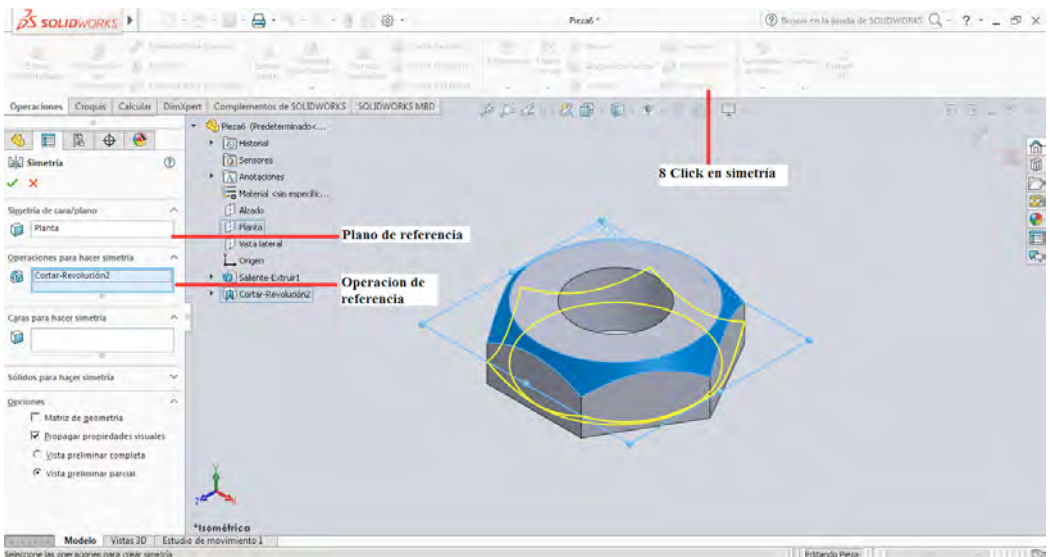

Figura 2-26
8. Para replicar la operación realizada en la parte superior en la inferior se realiza utilizando la herramienta **Simetría** con respecto al plano de extrusión como se muestra en la figura 2-26